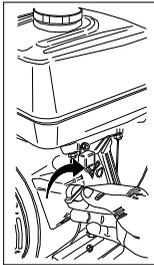
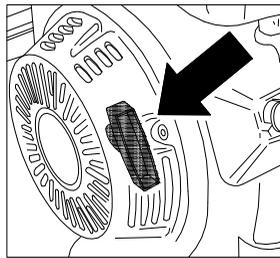

Fig. 8
Fig. 9
- Placer le sélecteur dans la position "I" (start) (Fig. 8) . Prenez la poignée de démarrage (Fig. 9) et tirez le câble sans forcer jusqu'à sentir la résistance provoquée par la compression, relâchez la poignée puis tirez énergiquement pour mettre le moteur en marche.